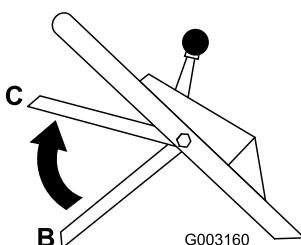

Figura 18
3. Levante la barra de control hasta la posición central, unas 13 cm por debajo del travesaño del manillar (Posición C en Figura 18).
- Suelte la barra de control de la cuchilla (Posición B en Figura 18).